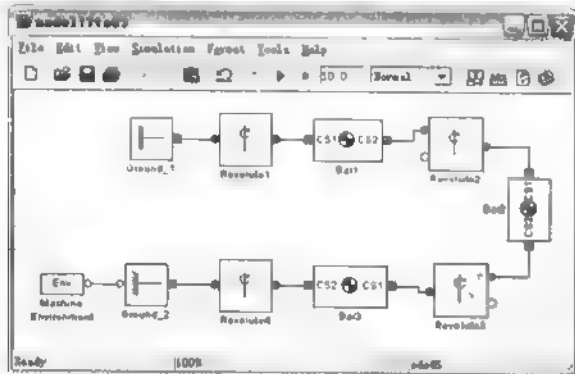

图 17.32 模型图
(2) 数据输入。可以直接输入数据, 也可以调用 MATLAB 空间中的变量。具体见后面两小节。
(3) 搭建框图。在模块库中, 打开 Bodies 库, 在前面一节的基础上另外再拖放一个 Ground 模块和 3 个 Body 模块到模型窗口。然后从 Joint 库中拖放四个 Revolute 模块到模型窗口中。适当地旋转模块, 并连接各个模块, 如图 17.32 所示。